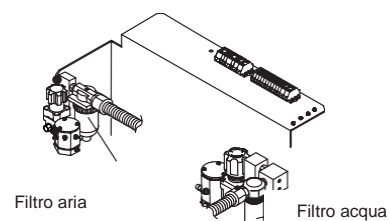

Fig.5-7 Filtro
(7) Sostituzione filtro (Fig.5-7)